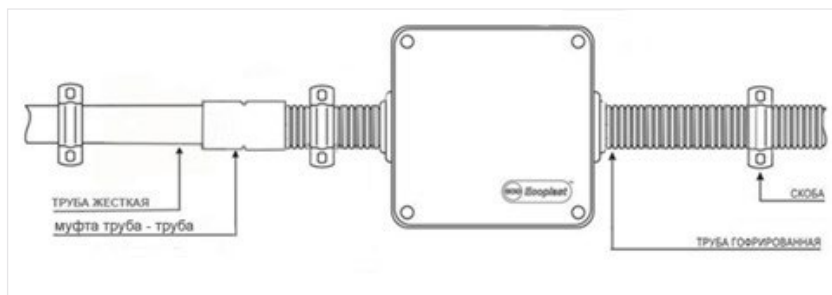

Рис. 6
- Для обеспечения надежного соединения и при соединении жесткой трубы с коробкой рекомендуется использовать муфту тип «труба-труба». Соединение дополнительно фиксируется скобой с обеих сторон муфты, (Рисунок 6)